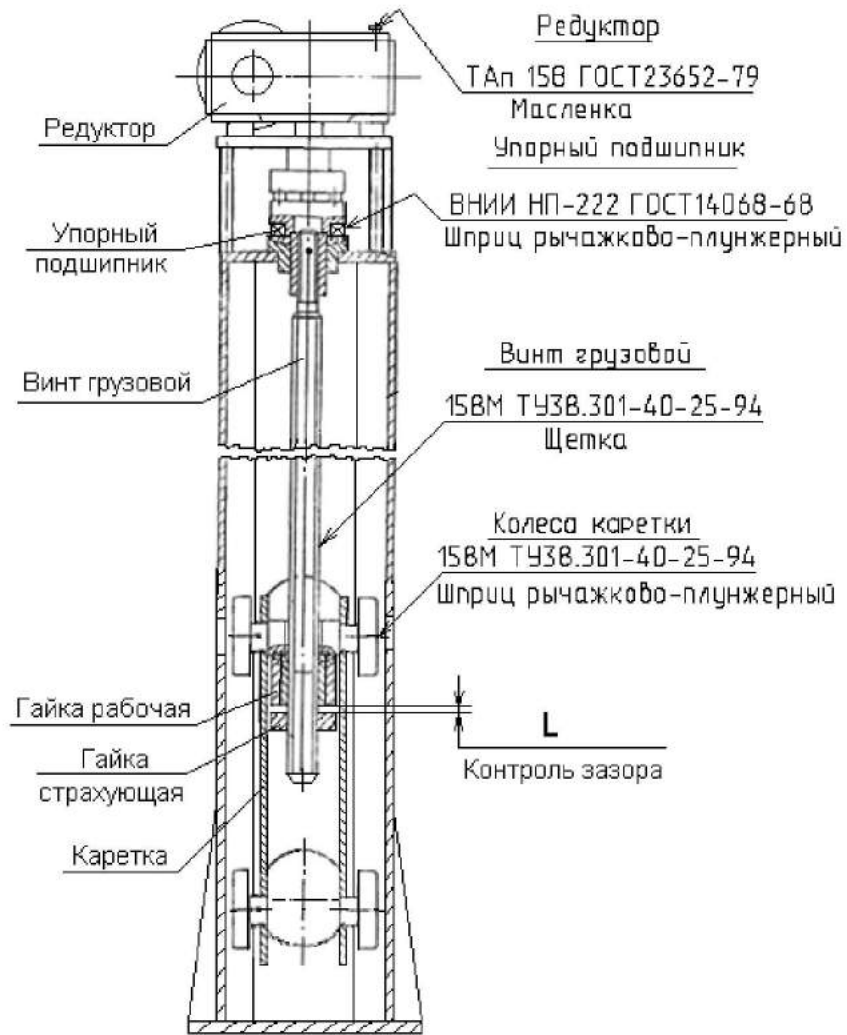

Рис. 5. Стойка подъемника ПС-15. Карта смазки.
6.2.2 Для ревизии состояния смазки трущихся деталей (см. карту смазки на Рис. 5), в каждой стойке необходимо:
- проверить зазоры L (см. Рис.5) между страхующей и рабочей гайками во всех стойках (см. п. 5.16). Результаты замеров зафиксировать в таблице № 3.
- произвести смазку стоек подъемника в соответствии с картой смазки (см. Рис. 5).